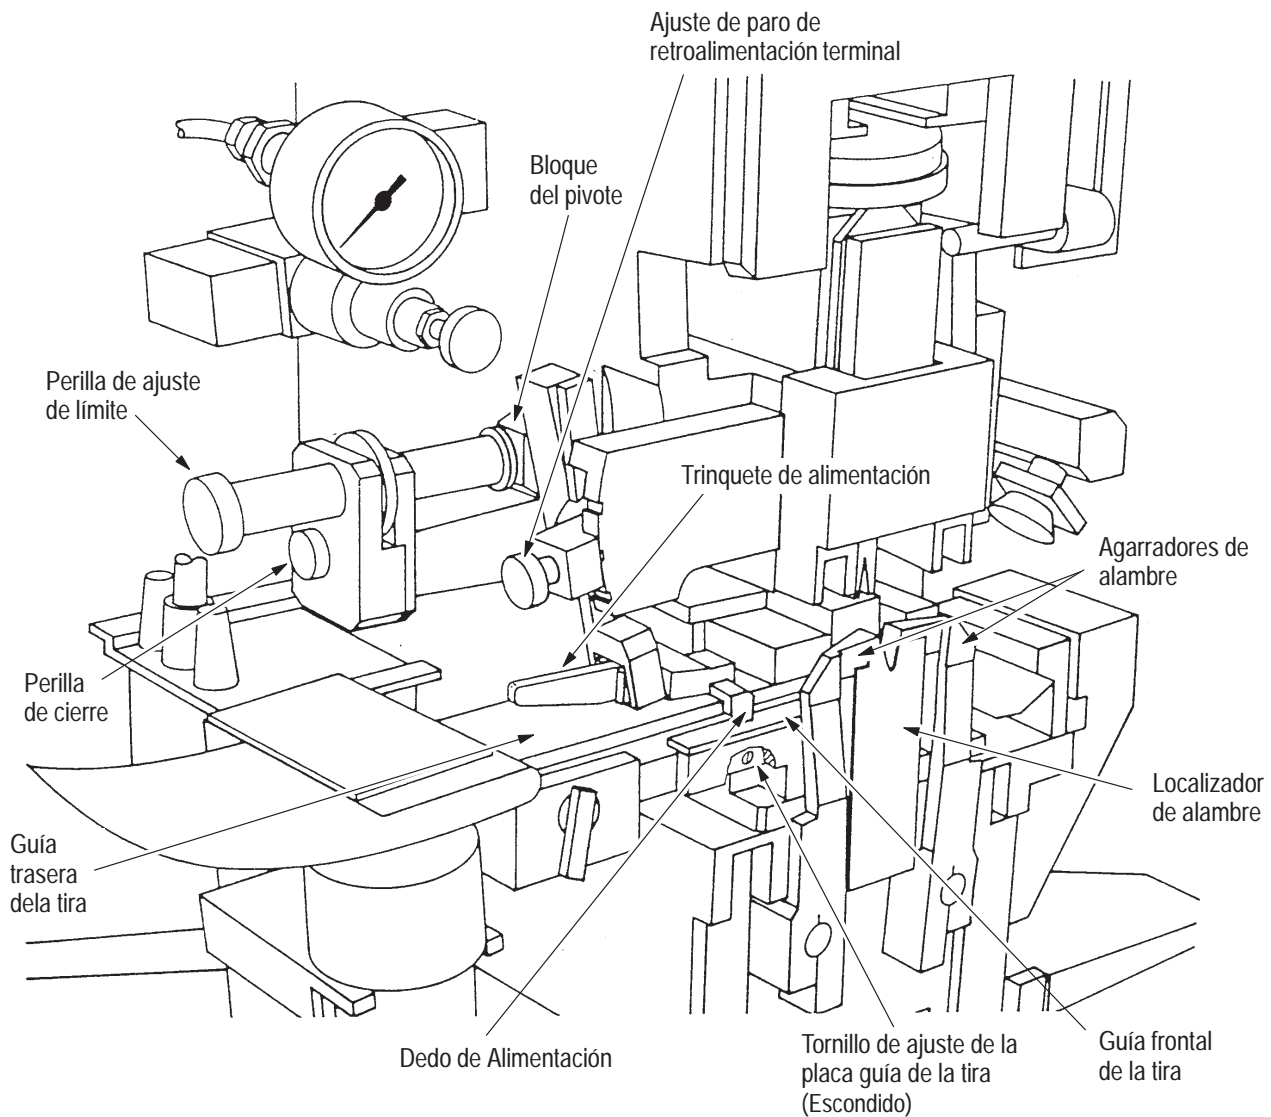

Figura 6-1. Ubicaciones del Ajuste de Alimentación de Tira Terminal
6.3. Ajuste de alimentación de tira terminal (Figura 6-1)
6.4. Ajustes del dedo de alimentación, de la boca acampanada y de la placa guía de la tira (Figura 6-1)
6.5. Ajuste de la guía de la tira (Figura 6-1)